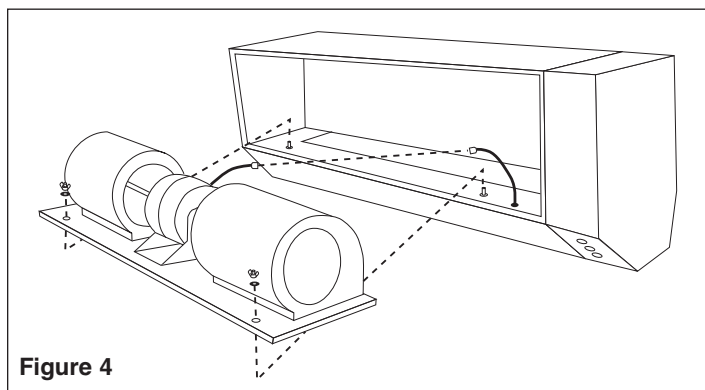

Figure 4
5. Débranchez soigneusement le cordon électrique du moteur de l'ensemble de prise et fiche, et enlevez les deux écrous à ailettes du socle de soufflante (voir la Figure 4).